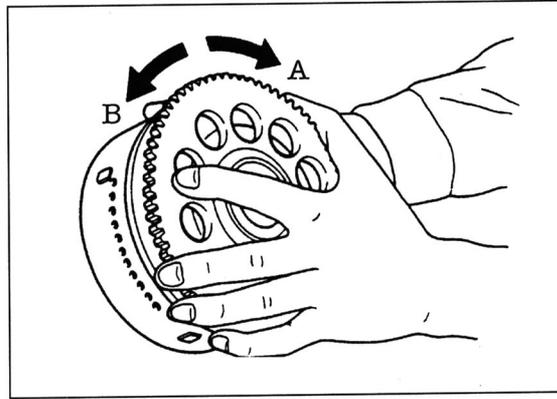

Bild 125
-  Starterfreilauf, wie in Bild 125 gezeigt, prüfen. Freilauf muss in Drehrichtung «A» frei drehen, in Drehrichtung «B» sperren. Bauteile des Starterfreilaufs auf Beschädigung (Ausbrüche in